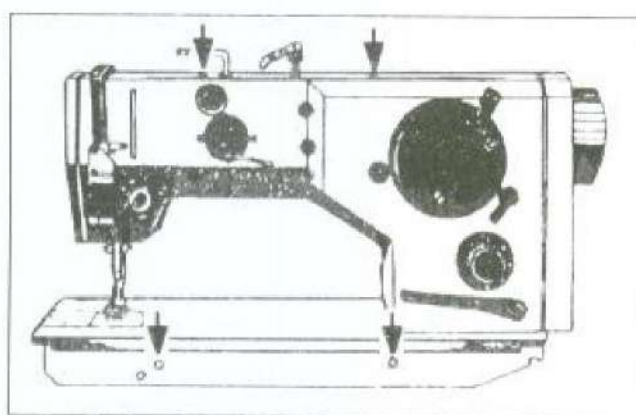
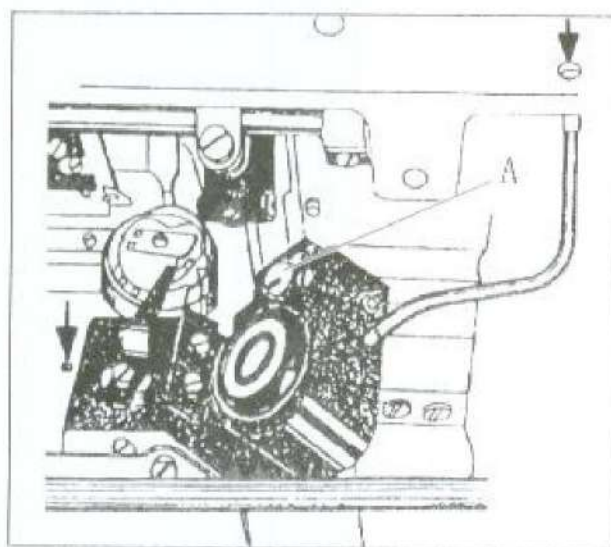

图3
图4
每天在机器操作之前，将机器完全清洁一次，并检查旋梭油箱内的机油量，然后如图3、图4箭头所示部位注入机油并启动机器运作。
12、旋梭润滑的调整（图4）：